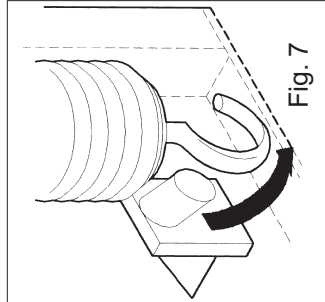

Fig. 7
- 3) Décrocher le ressort de la fixation inférieure (fig.7).
- 3) Desenganchar el resorte juntura inferior. (fig.7).